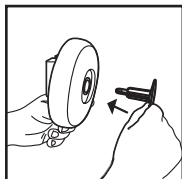

FIGURA 9
12. Inserte el tapón de la rueda a través de la rueda y alojamiento de eje girando el tapón hasta que se asiente a nivel con la parte exterior de la rueda **FIGURA 9.**